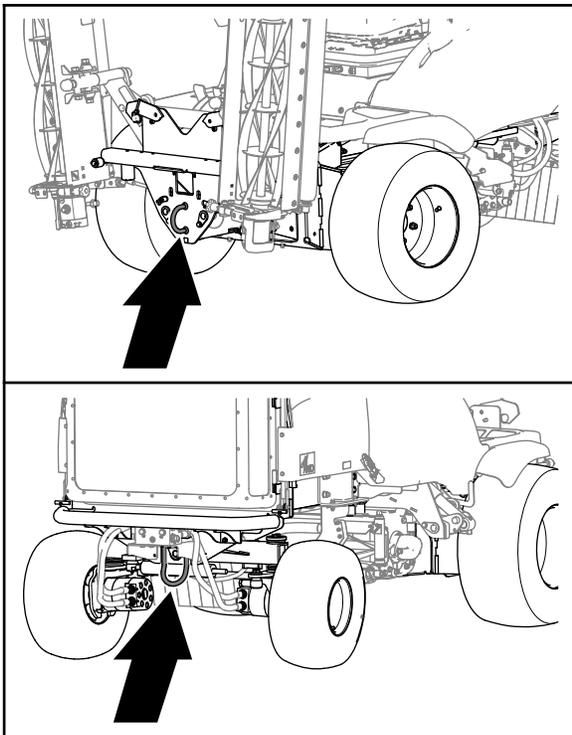

図 32
5. マシンの前部牽引リングと牽引車両の間に**剛性のある**牽引バーを接続する (図 32)。